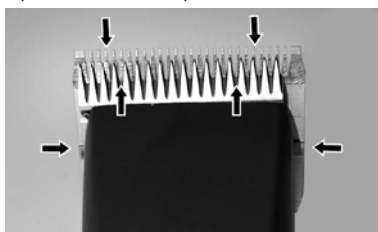

Fig. 22
For at opnå gode klipperesultater og forlænge klipperens holdbarhed er det nødvendigt at påføre et tyndt olielag mellem det øverste og nederste blad (Fig. 22).
- ▶ Smør bladene tilstrækkeligt under klipningen (mindst hvert 15. minut), så de ikke bliver tørre (Fig. 22).
Bladene skal smøre før, under og efter hver anvendelse. Når bladene på skærehovedet efterlader striber eller kører med nedsat hastighed, betyder det, at de skal smøres igen. Påfør nogle få olie-dråber foran og lateralt på klippebladene (se pile i Fig. 22). Tør overskydende olie væk med en blød, tør klud. Smørings-sprays sørger ikke for tilstrækkelig smøring, men har en kølende effekt på bladene. Udskift øjeblikkeligt beskadigede eller kærvede blad for at undgå skader.